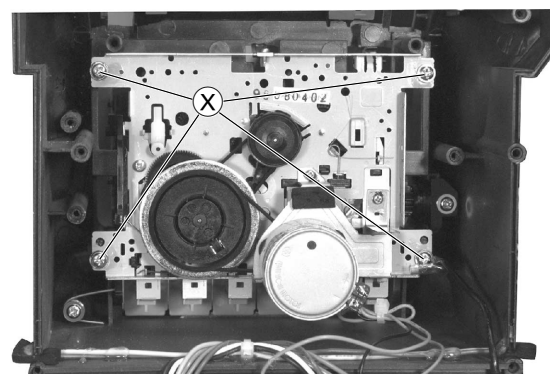

Fig. 25
- Cassettenfach öffnen, 4 Schrauben (X) herausdrehen (Fig. 25) und Laufwerk herausnehmen.
- Open the cassette compartment, undo the 4 screws (X) (Fig. 25) then remove the drive unit.